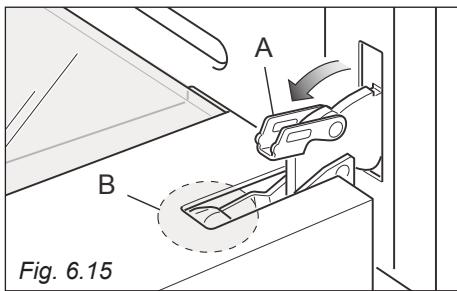
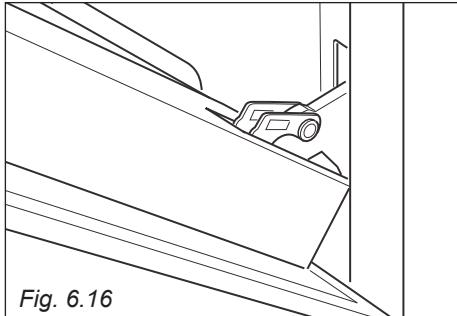

Fig. 6.15
Fig. 6.16
- Aprire completamente la leva "A" delle cerniere destra e sinistra (fig. 6.15).
- Socchiudere dolcemente la porta (fig. 6.16) fino a quando le leve "A" delle cerniere destra e sinistra si agganciano alla parte "B" della porta (fig. 6.15).